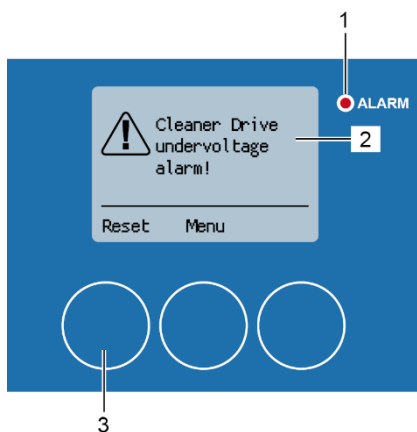

Figura 196: Alarma de subtensión del accionamiento del limpiador
El mensaje de alarma «¡Alarma de subtensión del accionamiento del limpiador!» (Figura 196/2) aparece durante el proceso de limpieza cuando un problema con la fuente de alimentación del accionamiento del dispositivo de limpieza del rotor. El indicador LED rojo de alarma (Figura 196/1) se enciende.
2. Restablezca el mensaje de alarma pulsando [Restablecer] (Figura 196/3).